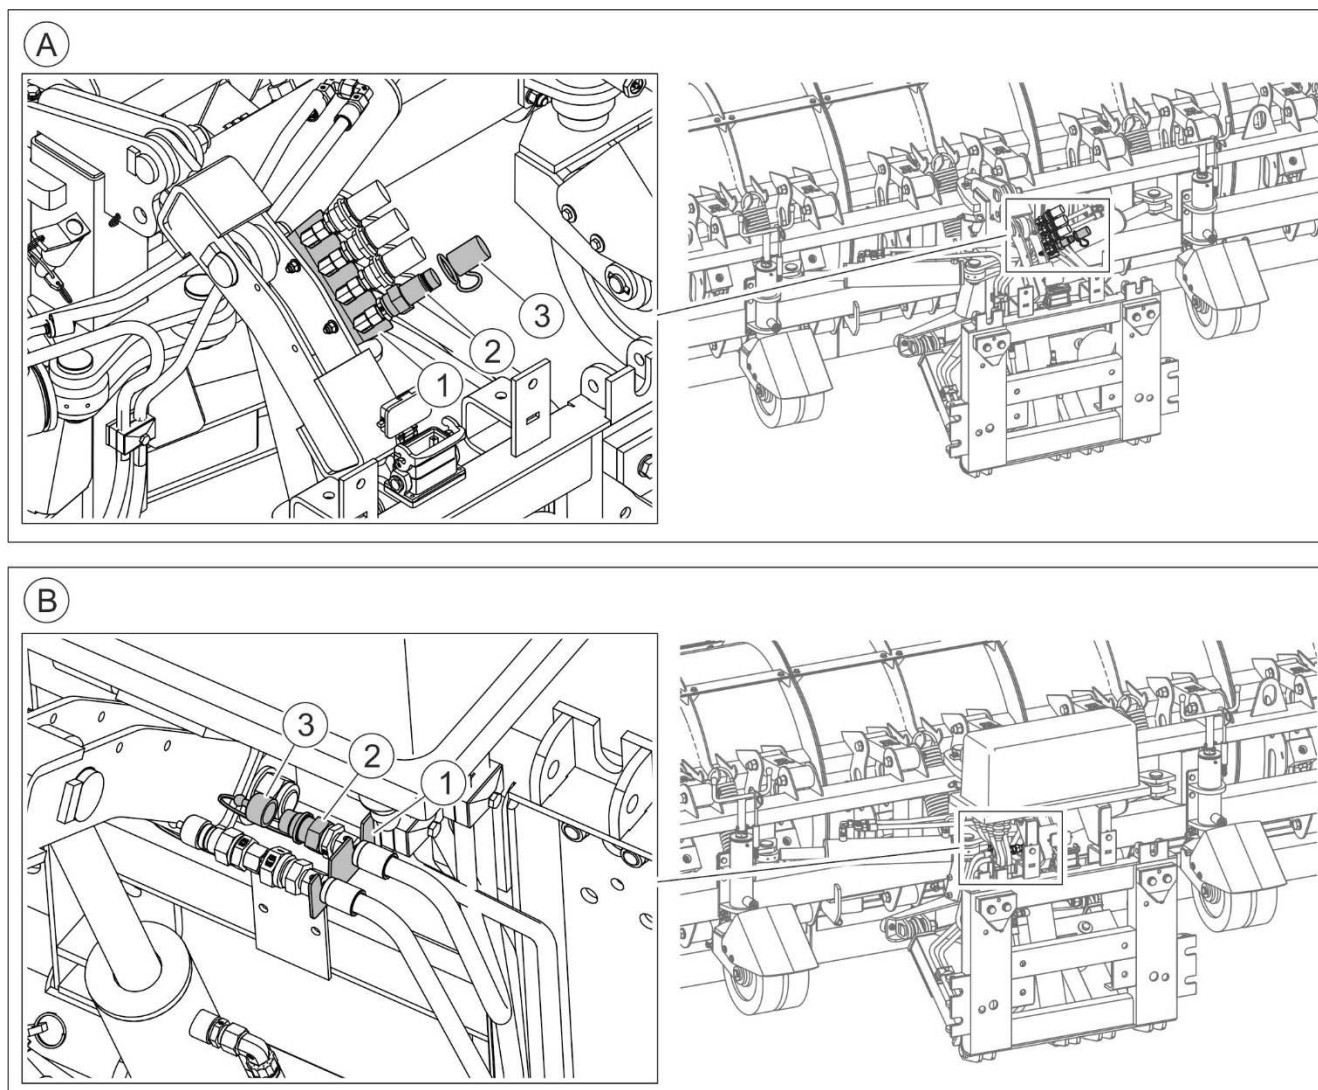

РИСУНОК 4.23 Предохранение быстроразъемных гидросоединений.
- D) Отсоединить две пары быстрых разъемов проводов гидравлической системы снегоотвала от соответствующих разъемов внешней гидравлики транспортного средства (РИСУНОК 4.4). Надеть на быстрые разъемы защитные колпачки и разместить на держателе на раме снегоотвала (А) (РИСУНОК 4.23). Отсоединить пучок управляющих проводов снегоотвала вместе с пультом от гнезда управления на снегоотвале и предохранить от воздействия атмосферных факторов. Отсоединить разъем электрической системы снегоотвала от гнезда пучка питания транспортного средства (РИСУНОК 4.3) и прикрыть колпачком.
- D) Отсоединить пару быстрых разъемов проводов гидравлической системы снегоотвала от соответствующих разъемов внешней гидравлики транспортного средства (РИСУНОК 4.5). Надеть на быстрые разъемы защитные колпачки и разместить на держателе на раме снегоотвала (В) (РИСУНОК 4.23). Отсоединить пучок управляющих проводов снегоотвала вместе с пультом от гнезда управления на снегоотвале и предохранить от воздействия атмосферных факторов. Отсоединить разъем электрической системы снегоотвала от гнезда пучка питания транспортного средства (РИСУНОК 4.3) и прикрыть колпачком.